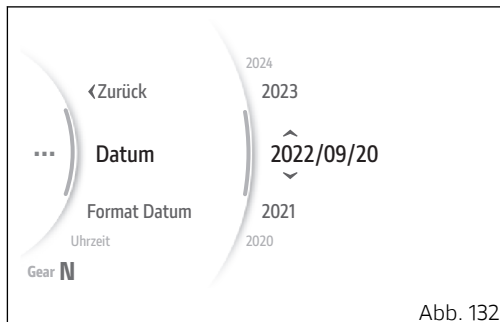

Abb. 132
- Im „Interactive Menu“ über die Tasten (1) und (2) die Angabe „Einstellungen“ markieren, dann auf ENTER (3) drücken.
- Die Angabe „Tag und Zeit“ markieren, dann auf ENTER (3) drücken.
- Die Angabe „Datum“ markieren, dann auf ENTER (3) drücken.
Der erste Parameter des Datums (im Beispiel das Jahr) kann jetzt bearbeitet werden und wird mit zwei Pfeilen, oben und unten, angezeigt. Auch die verfügbaren Werte werden über und unter dem gewählten Parameter angezeigt (Abb. 132). Über die Tasten (1) und (2) ist das Scrollen und Wählen des gewünschten Werts möglich. Zum Bestätigen und für den Übergang auf den nächsten Parameter auf ENTER (3) drücken.